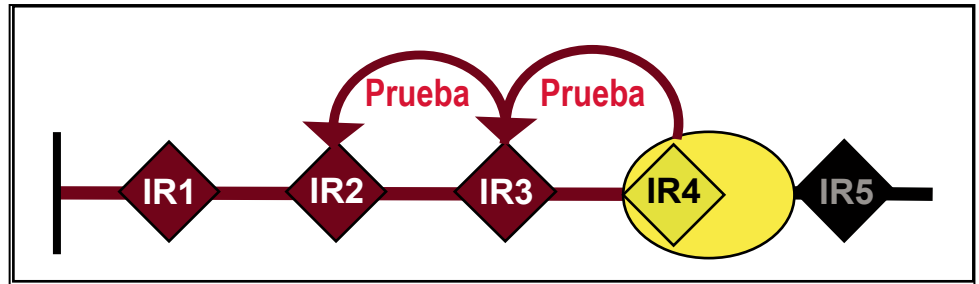

Figura 21. Falla temporal de la CEC; IR4 dispara y comienza la prueba.
- IR4 dispara y comienza la prueba. Ver Figura 21 en la página 43.